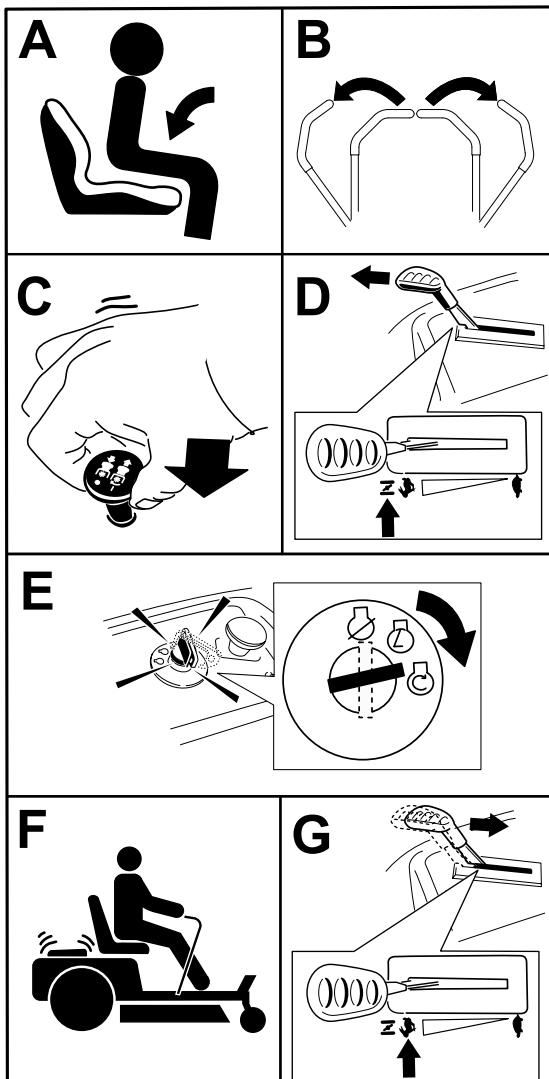

Рисунок 24
Примечание: Если необходимо, при попытке запуска двигателя удерживайте рычаг прижатым к упору в положении «воздушная заслонка» (Рисунок 24).
- Выключите ножи, переместив переключатель управления ножами в положение ВЫКЛ (Рисунок 24).